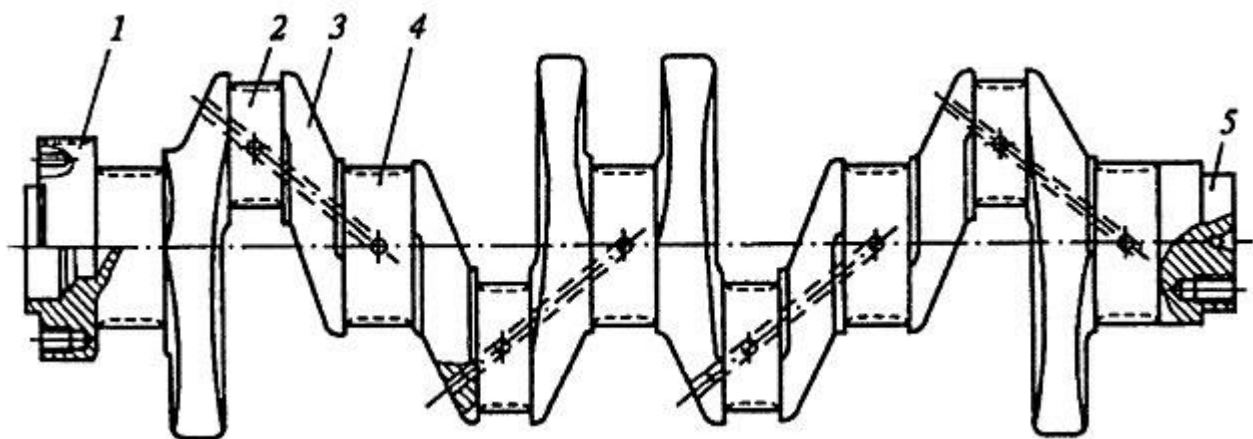

Рис. 1. Коленчатый вал
34. Номера позиции и названия элемента коленчатого вала (рис. 1) Установите соответствие: